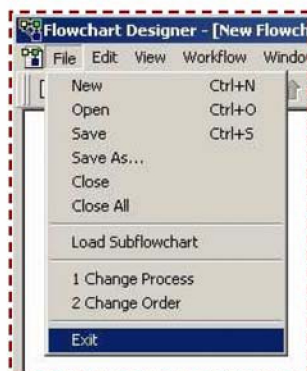

Рис.41. Закрывает программу Flowchart Designer
- Щелкните File > Exit для закрытия программы Flowchart Designer (рис. 41).